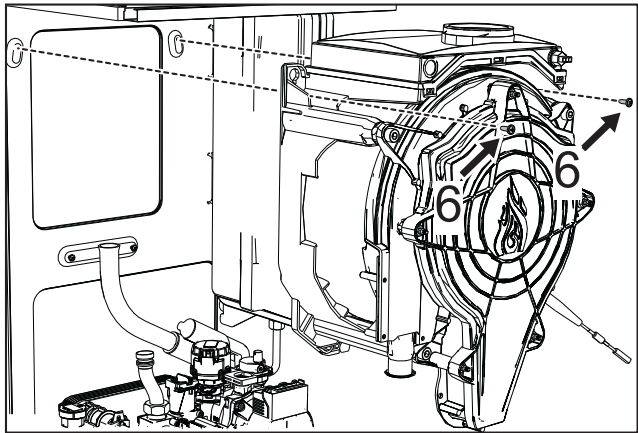

fig. 52
- Retirer les 2 vis **supérieures** « **6** » de fixation de l'échangeur au châssis (fig. 52)